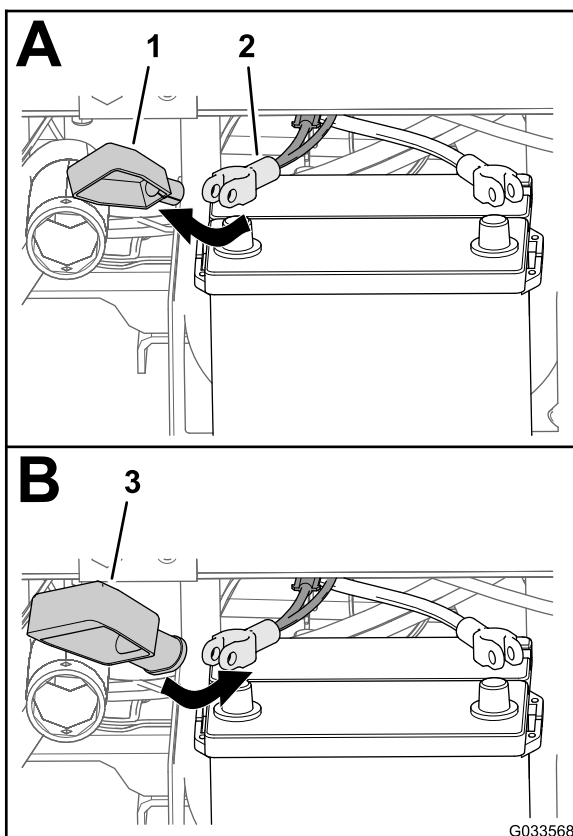

Figura 28
2. Retire a tampa (estreita) do cabo positivo da bateria (Figura 28).
3. Instale a tampa larga da bateria sobre o cabo positivo da bateria como se mostra na Figura 28.